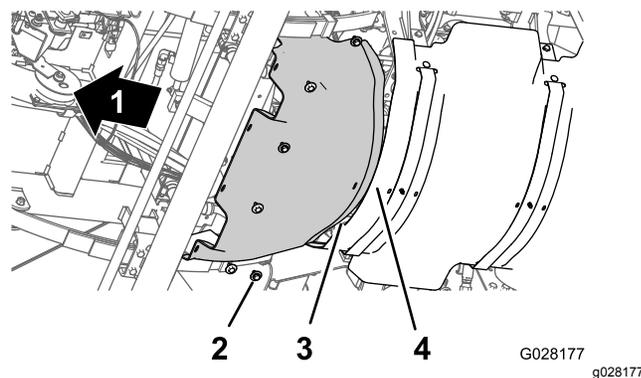

Figura 60
1. Alinhe a flange traseira da proteção térmica frontal por cima da flange dianteira da proteção térmica traseira (Figura 60).
2. Alinha os orifícios da proteção térmica frontal com os orifícios roscados no chassis (Figura 60).
3. Monte a proteção térmica frontal na máquina com os 6 parafusos de cabeça hexagonal e as 6 anilhas (Figura 60) que retirou no passo 3 de Retirar a proteção térmica dianteira \(página 54\).